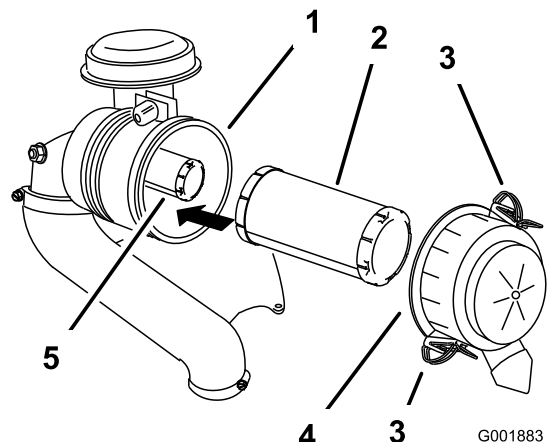

Figura 59
3. Abra los cierres del limpiador de aire y tire de la tapa de la entrada de aire para separarla del cuerpo del limpiador de aire (Figura 59).
5. Extraiga con cuidado el filtro primario de la carcasa del limpiador de aire (Figura 59).
2. Si va a cambiar el filtro interior, deslícelo cuidadosamente en el cuerpo del filtro (Figura 59).
3. Deslice cuidadosamente el filtro primario por encima del filtro de seguridad (Figura 59).
4. Instale la tapa del limpiador de aire y fije los cierres (Figura 59).